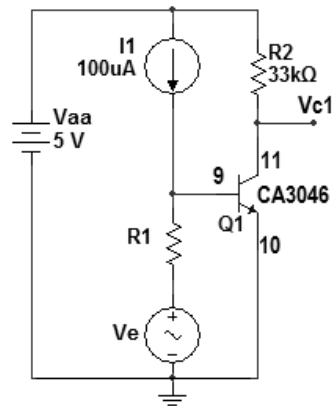

Figura 2
- 1.3. Acrescente a fonte de sinal  $V_e$ , conforme a Figura 2, atribuindo a  $V_e$  a seguinte característica: senóide de 1KHz com amplitude pico a pico de 100mV e offset nulo. Nestas condições, por meio de simulações de transiente, determine os ganhos incrementais ( $v_{c1}/v_e$ ) nas temperaturas  $10^{\circ}C$ ,  $27^{\circ}C$  e  $60^{\circ}C$ . Justifique os resultados obtidos com base nas variações de  $V_t$  (tensão termodinâmica) e  $r_e$  (inverso da transcondutância) com a temperatura.